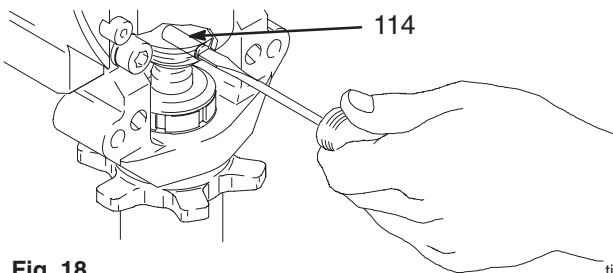

Fig. 18
3. Fig. 18. Utilice un destornillador para extraer el muelle de retención y el pasador.
2. Fig. 18. Introduzca el pasador (21) en el orificio e introduzca el muelle de retención en la ranura hasta que rodee completamente la varilla de conexión.